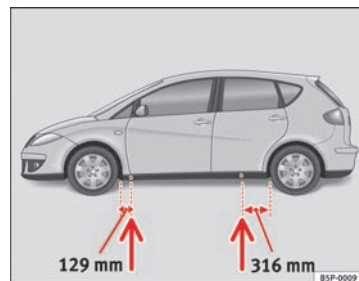

Fig. 176 Punti di appoggio per il cric
- Applicare il cric al longherone inferiore del veicolo nel punto di appoggio più vicino alla ruota da sostituire → fig. 176.
Sul montante inferiore sono segnati i punti a cui applicare il cric → fig. 176. Per ogni ruota esiste un unico punto di sollevamento. Non collocare il cric in altri punti.